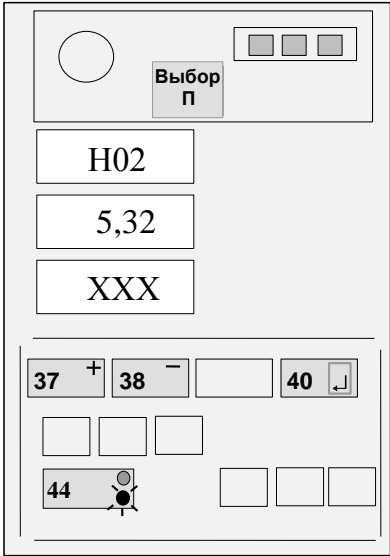

Рисунок 13
- 4.5.5.3 Изменяя положение датчика угла наклона стрелы, добиться отображения на среднем ИЖЦ значения вылета, указанного в правом столбце таблицы 3 (см. рисунок 13) для установленного значения вылета по рулетке.